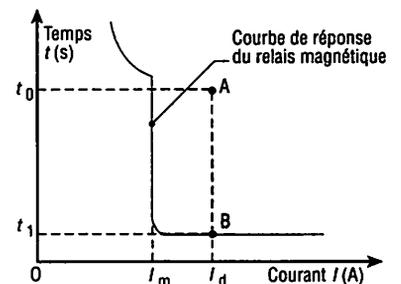

Fig. 4 : Protection par disjoncteur. I_m = intensité de déclenchement du relais magnétique du disjoncteur.
2.2. Protection par disjoncteur (fig. 4)